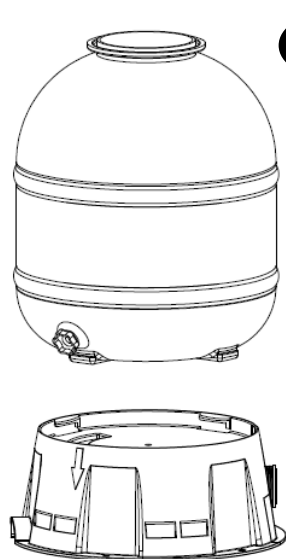

Fig.1
- Saml tanken med soklen (Se fig. 1) og skru tanken med uret, til den er fast gjort. (Se fig. 2)